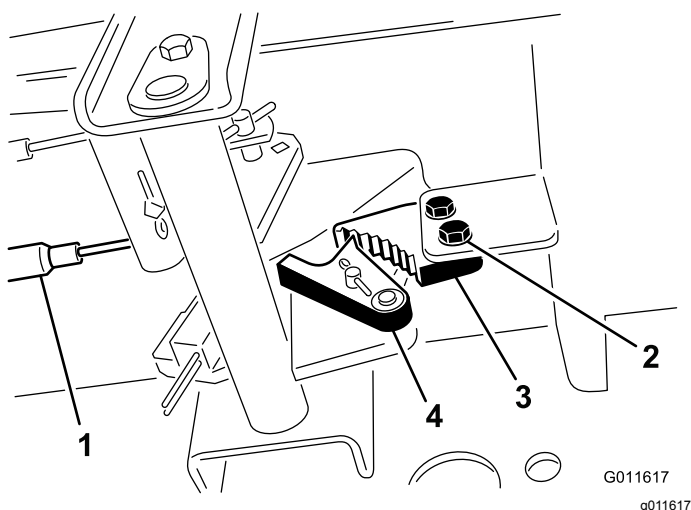

Figura 64
1. Afloje los 2 tornillos que fijan el trinquete del freno de estacionamiento al bastidor (Figura 64).
2. Pise el pedal del freno de estacionamiento hacia adelante hasta que la uña se engancha a fondo en el trinquete del freno (Figura 64).